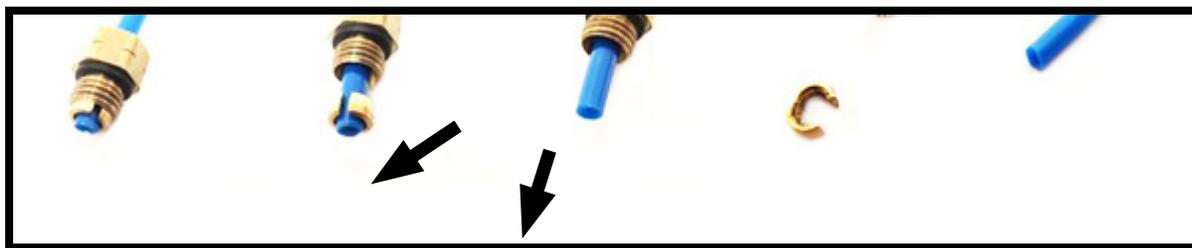

图 5
6. 拆下空气管路接头。先打开夹头，然后将接头从空气软管上滑出。(图 5, 6, 7, 8)